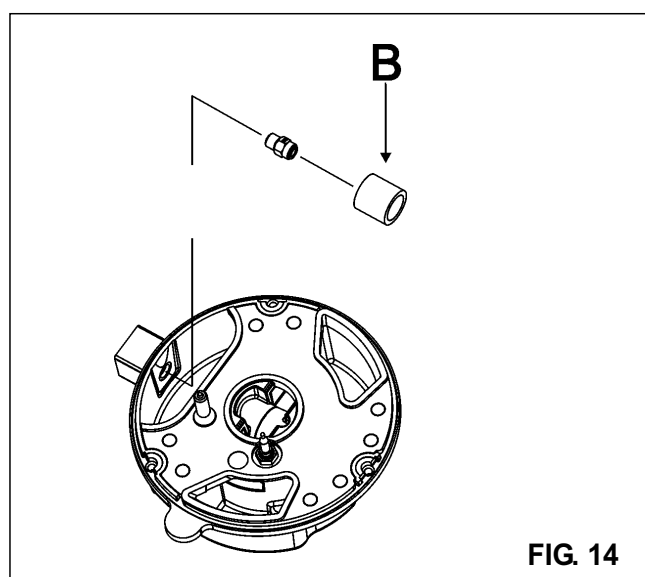

FIG. 14
**Monter avec brousse (B) si elle est présente (voir Fig. 14).